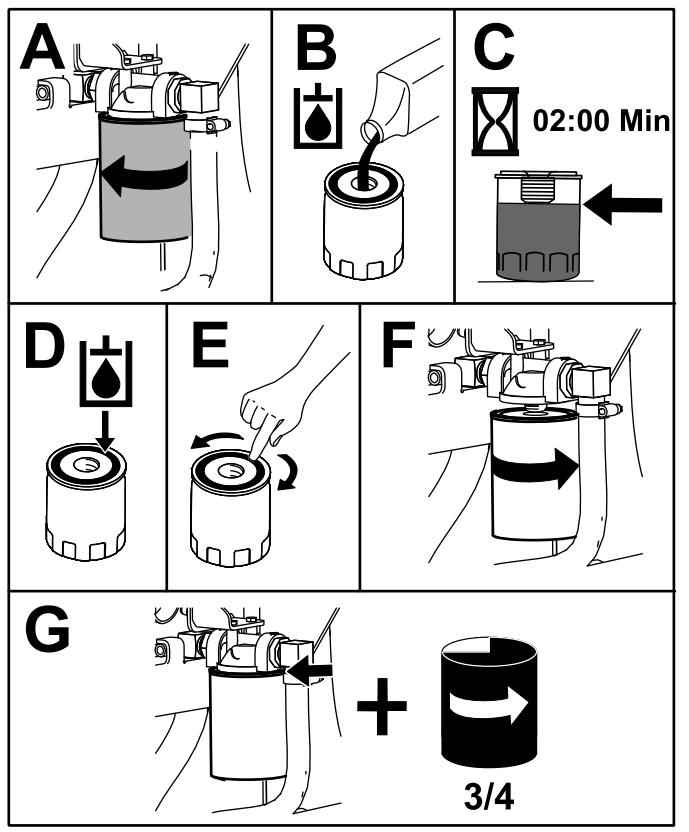

Figura 71
4. Coloque un recipiente debajo del filtro y cambie el filtro (Figura 71).